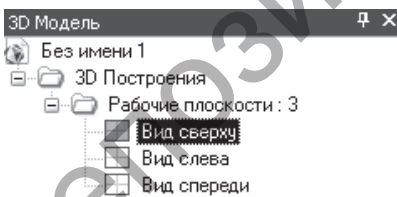

Рисунок 7.1
1. Создайте новый документ, выбрав в меню «Файл→Новая 3D-модель». При необходимости подключите вкладку «Структура 3D-модели». Выберите рабочую плоскость «Вид сверху» (рис. 7.1). Чтобы начертить, выберите команду «Построение→Прямая».